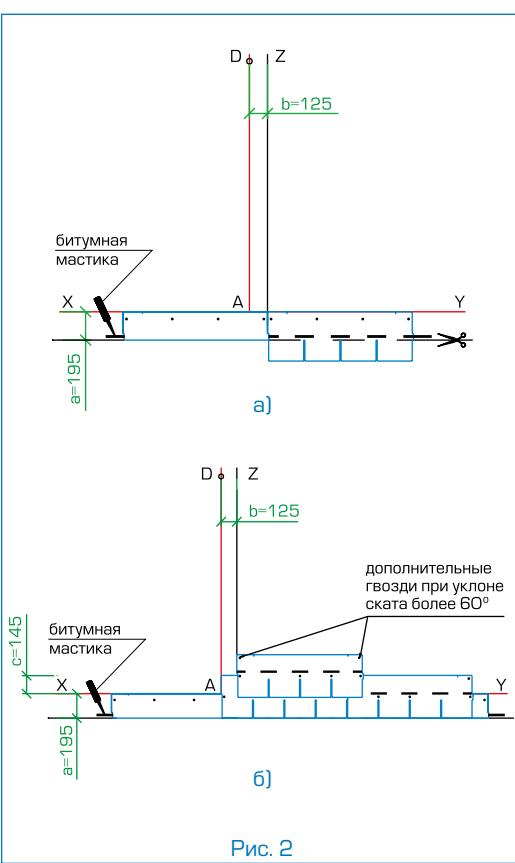

Рис. 2
Укладка материала (рис. 2)
- Начальный ряд формируется из листов черепицы КЛАССИК обрезанных по линии образованной конечными точками вырезов. Полученные таким образом полосы шириной 19,5 см укладываются по линии карниза в обе стороны от линии Z (рис. 2а) и фиксируются по нижнему краю битумной мастикой, а по верхней кромке 4 гвоздями (ось гвоздей на 5 см ниже верхнего края полосы);
- далее первый ряд черепицы укладывается от линии AD (рис. 2б);
- второй ряд укладывается от линии Z (со смещением 12,5 см от AD) (рис. 2б);
Каждый лист черепицы КЛАССИК крепится 4 гвоздями (ось гвоздей на линии битумных kleевых полос) таким образом, чтобы гвоздь прошивал и верхний край низлежащего листа черепицы (рис. 2б).